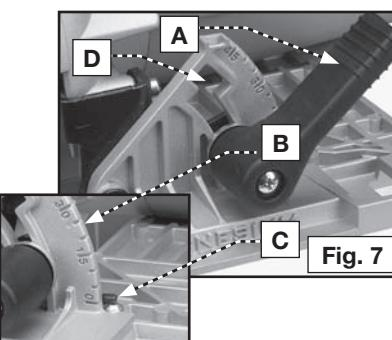

Fig. 7
- Desatornille un poco la perilla ajustadora de bisel (A) Fig. 7.
- Incline la base de la sierra hasta que la línea de graduaciones en el segmento de bisel (B) Fig. 7, se alinee con la raya indicadora (C) Fig. 7 en el soporte.
- Para los cortes biselados mayor de 45° , fijaron la guía en la marca de 45° . Levante la palanca de ajuste biselada en la ranura (D) Fig. 7 y mueva la base de la sierra para el mayor ángulo. Apriete la palanca de ajuste biselada firmemente.